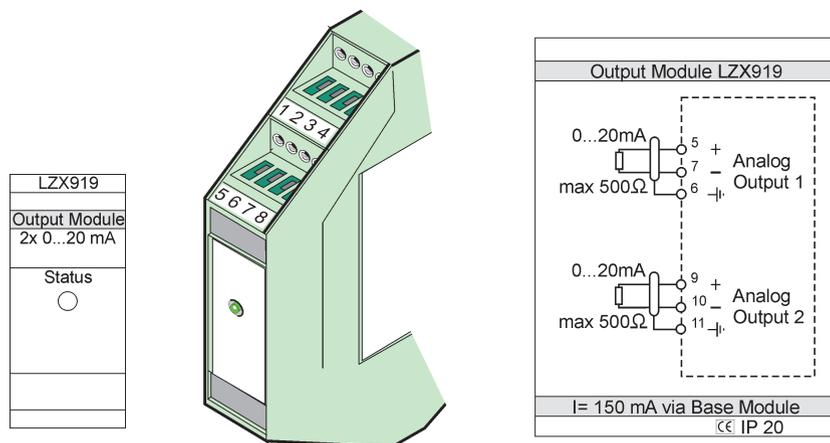

Figura 78 Modulo output esterno
3. Creare le connessioni appropriate nel modo descritto in Figura 78 e Tabella 51.